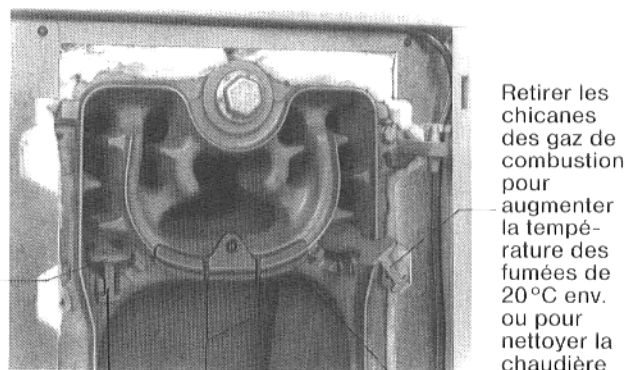

Fig. 8 Etrier de fixation Points de rupture prévus Ailette de fermeture des gaz de combustion
**Vérification:** Ouvrir la porte brûleur. Les chicanes des gaz de combustion doivent se trouver en position horizontale (Fig. 8).
A) Enlèvement complet de l'aillette de fermeture (Fig. 8):
B) Enlèvement partiel de l'aillette de fermeture (Fig. 8):